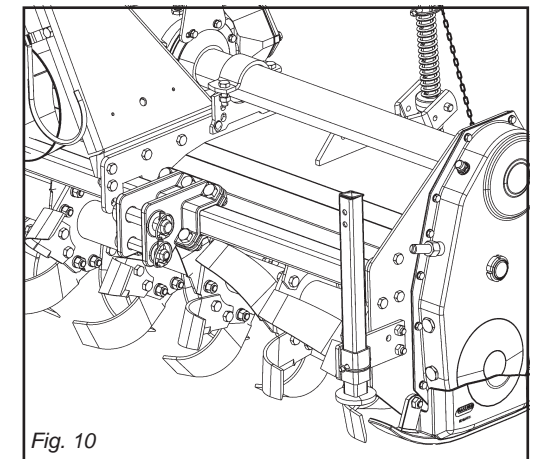

Fig. 10
- 5) Position the support foot as shown in the figure 10.
- 5) Positionnez le pied d'appui (voir Fig. 10).
- 5) Den Stützfuß wie in Abb. 10 gezeigt anordnen.